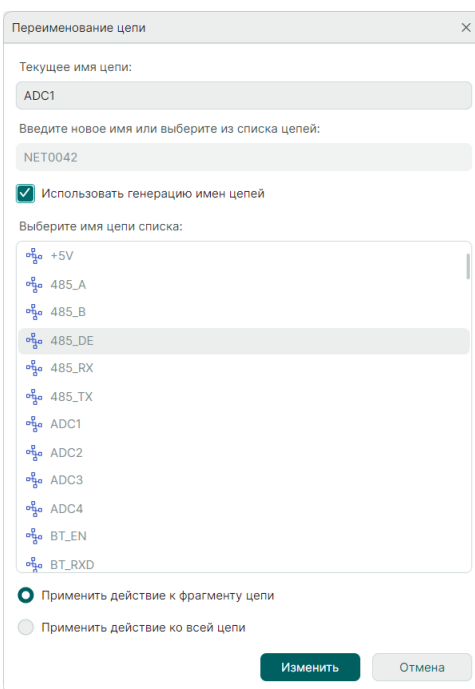

Рис. 114 Автогенерация имен
- Использовать автогенерацию имен цепей, поставив флаг «Использовать генерацию имен цепей», см. Рис. 114. При этом в поле «Введите новое имя или выберите из списка цепей:» система выведет будущее сгенерированное имя создаваемой цепи, а список имеющихся на схеме цепей будет недоступен для выбора.